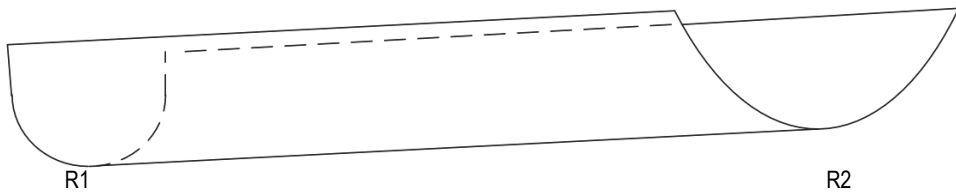

Figura 4-57 Posiciones R1 y R2
3. Si usa una superficie invariable a lo largo de la trayectoria de escaneo, es posible usar la misma referencia para establecer el principio y fin de la puerta. Si la superficie varía a lo largo de la trayectoria de escaneo, utilice las posiciones R1 y R2 (Figura 4-57 en la página 162) como referencias desde el paso 4. en la
4. Coloque la sonda sobre la muestra en la posición R1, como en la Figura 4-57 en la página 162. Si la geometría de la pieza es invariable, use cualquier posición despejada en la muestra.